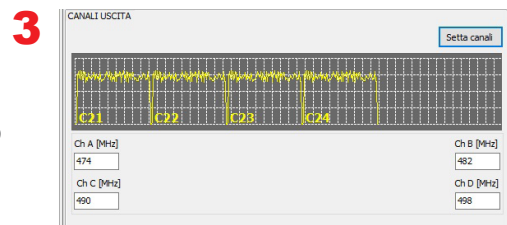

Fig. 60
Nella sezione CANALI USCITA (3) è possibile modificare il numero di canali associati all'uscita RF e la loro frequenza (fig. 60).